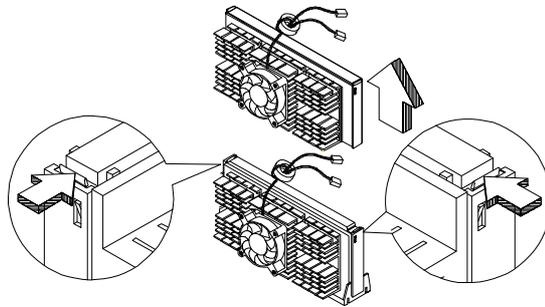

Abbildung 1-6 Einen Pentium II-Prozessor entfernen
1. Drücken Sie auf die Riegel an beiden Seiten des Prozessors, damit er sich vom Arretiermechanismus trennt, siehe Abbildung 1-6. Der Riegel öffnet sich mit einem hörbaren Klicken.